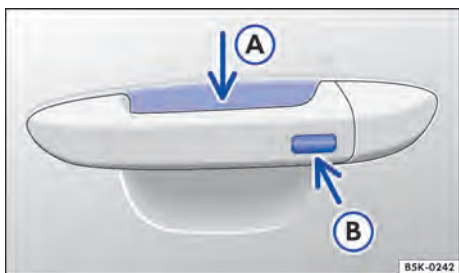

Fig. 50 Keyless Access: superficies del sensor.
- Tocar el sensor → fig. 50 (A) en la parte interna de la manilla de la puerta del conductor o de la puerta del acompañante delantero.
- Tocar la superficie del sensor → fig. 50 (B) en la parte externa de la manilla de la puerta del conductor o de la puerta del acompañante delantero *una vez*.
- Además, dentro de 5 segundos, toque una vez en el sensor en el exterior de la manilla de la puerta → fig. 50 (B).
Para la **apertura de confort** de todos los vidrios eléctricos y del techo solar, empujar la manilla de la puerta y mantener presionados, al mismo tiempo, el sensor de la parte interna de la manilla → fig. 50 (A) y la superficie del sensor (B).
Para el **cierre de confort** de todos los vidrios eléctricos y del techo solar, mantenga un dedo durante unos segundos sobre la superficie del sensor → fig. 50 (B) del lado exterior de la manilla de la puerta del conductor o del acompañante delantero.
Un fuerte chorro de agua o de vapor puede activar las superficies de los sensores en las manillas si, al mismo tiempo, una llave del vehículo válida está en el área de aproximación. Si al menos un vidrio está abierto y la superficie del sensor → fig. 50 \(B\) en una manilla de la puerta se activa permanentemente, todos los vidrios se cerrarán. Si el chorro de agua o de vapor se aleja brevemente de la superficie del sensor → fig. 50 \(A\) de una manilla de la puerta y se vuelve a dirigir hacia ella, posiblemente todos los vidrios se abrirán.